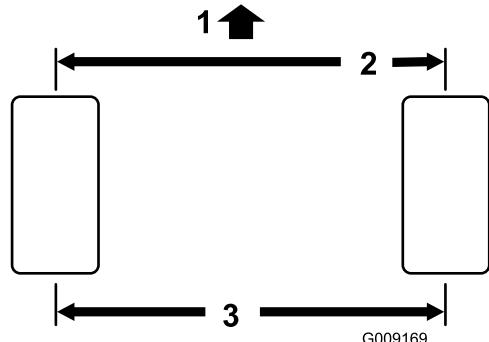

Figura 60
2. Mida la distancia entre centros (a la altura del eje) en la parte delantera y trasera de los neumáticos de dirección (Figura 60). La distancia debe ser de 0 ± 3 mm más en la parte delantera del neumático que en la parte trasera. Gire el neumático 90 grados y vuelva a comprobar la medición.